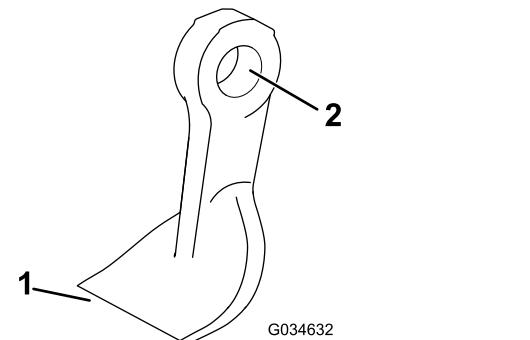

Figura 78
- Inspeccione cada cuchilla en busca de daños, prestando especial atención a las fijaciones, el filo de corte y el orificio de sujeción (Figura 78). Sustituya cualquier cuchilla o fijación que esté dañada.